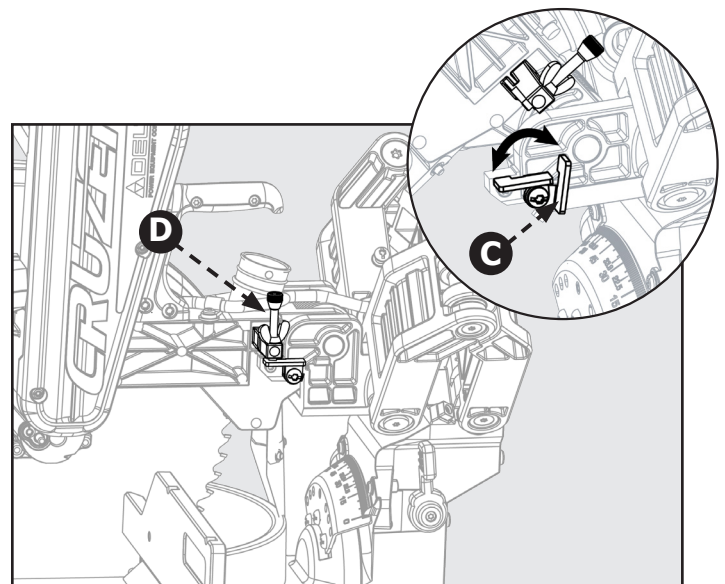

Figure 32
**Consultez la figure 32 et suivez ces instructions afin de régler la butée pour une profondeur spécifique de coupe :** tournez le support de la butée (C) dans le sens antihoraire vers le bas. La profondeur de la coupe peut maintenant être ajustée en tournant la vis d'ajusteur de profondeur (D).
**Consultez la figure 32 et suivez ces instructions afin d'effectuer une coupe complète :** tournez le support de la butée (C) dans le sens horaire vers le haut.